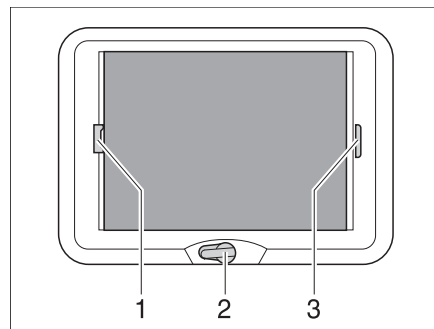

Bild 89 Kurbelhub-Dachhaube
Öffnen: ■ Die Handkurbel (Bild 89,2) drehen, bis Widerstand spürbar ist (max. Öffnungswinkel 70°).
Schließen: ■ Die Faltverdunklung am Griff (Bild 89,3) ziehen und an der gewünschten Position loslassen. Die Faltverdunklung bleibt in dieser Position stehen.
- Den Insektenschutz am Griff (Bild 89,1) zum gegenüberliegenden Griff der faltverdunklung (Bild 89,3) ziehen und einrasten lassen.
- Den Griff des Insektenschutzes (Bild 89,1) hinten nach oben drücken und den Insektenschutz an der faltverdunklung (Bild 89,3) aushängen.